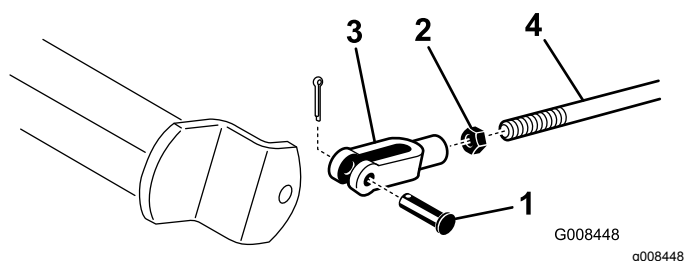

図 46
- A. コッターピンとクレビスピンを外して、ブレーキロッドを外す 図 46。
- B. ジャムナットをゆるめ、クレビスを調整する 図 46。
- C. クレビスをシャフトに取り付ける 図 46。